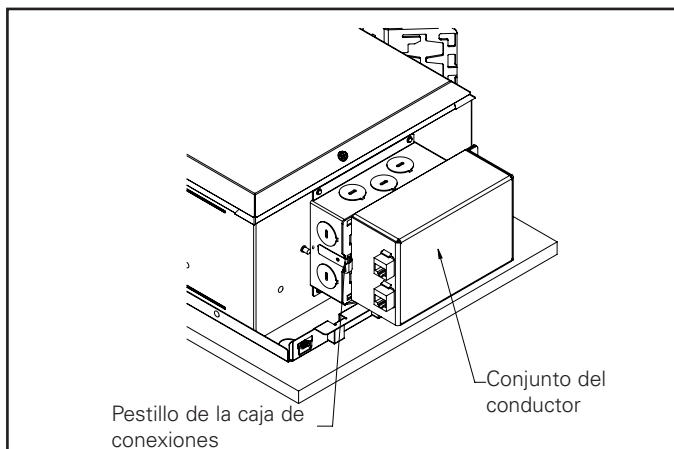

Figura 22
1. Presione el pestillo de la caja de conexiones para extraer el conjunto del controlador (consulte la Figura 22).